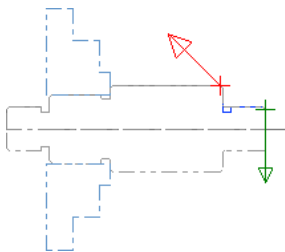

图 18.14 选取加工轮廓
Step2. 定义加工轮廓。在该对话框中选中 ☒ “接续”复选框，然后在图形区中依次选取图 18.14 所示的轮廓线，单击 按钮，系统弹出“车床-精车 属性”对话框。